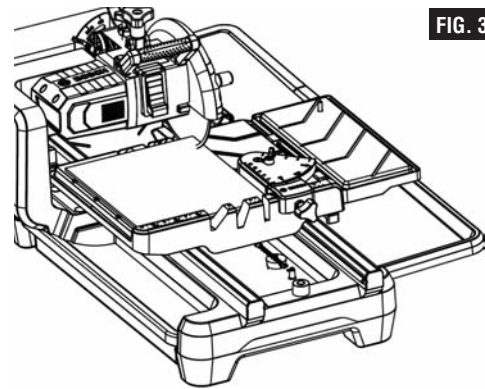

FIG. 36
- Sumerja la hoja en la baldosa. No fuerce la sierra ni mueva la hoja demasiado rápidamente hacia el interior de la baldosa (Fig. 36).